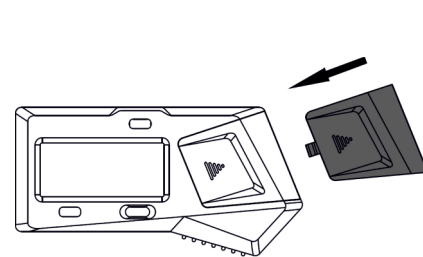

Abb. 3
- » Setzen Sie die Batteriefachabdeckung wieder ein (Abb. 3).